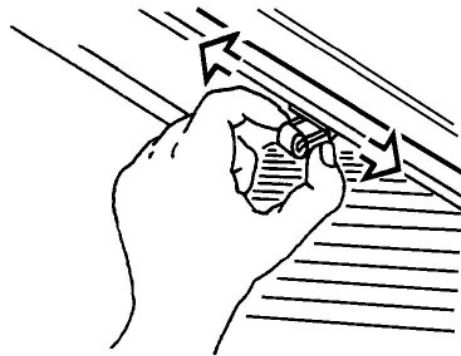

Abb. 2-24
- ✓ Bewegen Sie die Rolle NICHT an der vorderen Gummirolle (Abb. 2-24).